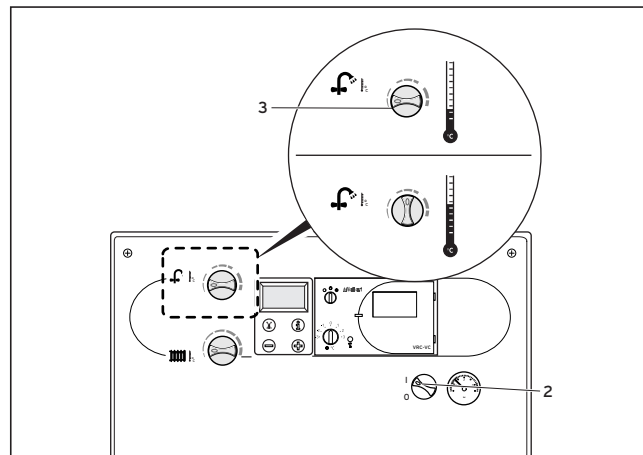

Fig. B.5: Varmtvandsopvarmning
Ved en vand-hårdhedsgrad på mere end 10° dh (1, 79 mol/ m³) stilles drejeknappen (3) maksimalt i midterstillingen (fig. B.5).